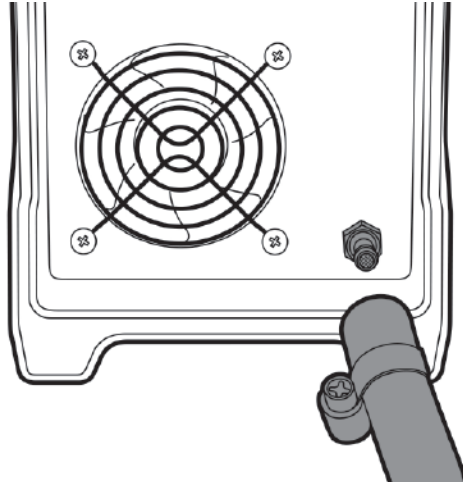

Рис. 8.0.2. Подключение защитного газа.
1. Подсоедините газовый рукав к газовому разъёму аппарата и к регулятору расхода газа, присоединённому к баллону. При подключении баллон и регулятор расхода защитного газа должны быть закрыты. Система газоснабжения, состоящая из газового баллона, регулятора расхода защитного газа и газового рукава, должна иметь плотные соединения (используйте винтовые хомуты), чтобы обеспечить надёжную подачу газа и защиту сварочного шва (см. рис. 8.0.2).